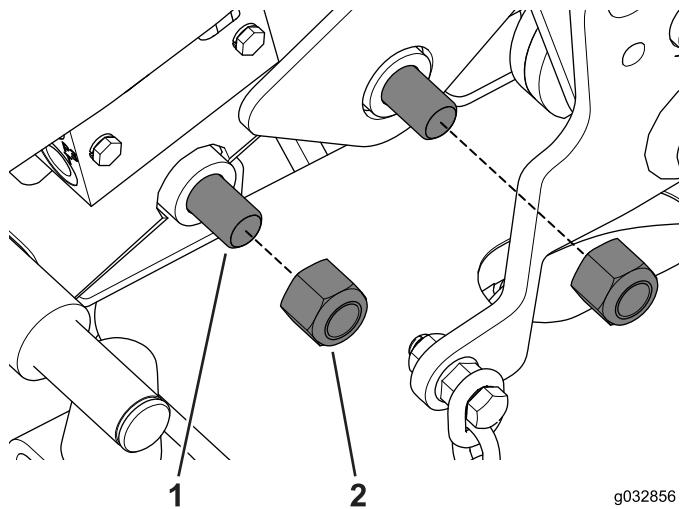

Figure 121
2. Alignez les trous de boulon afin de pouvoir installer et serrer légèrement les boulons et les entretoises sur le côté gauche de la machine (Figure 121).